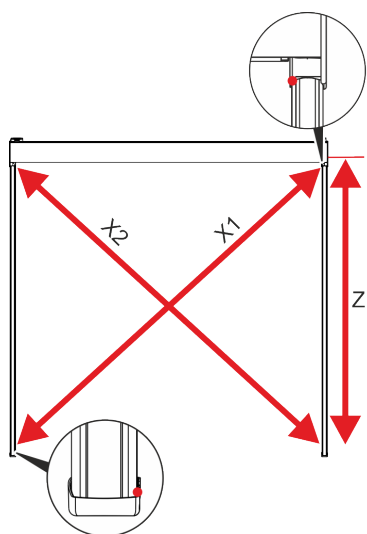

Abb. 40: Markise diagonal ausrichten
- 3.** Diagonalmaße zwischen den Innenkanten der Führungsschienen prüfen und einstellen (Abb. 40).